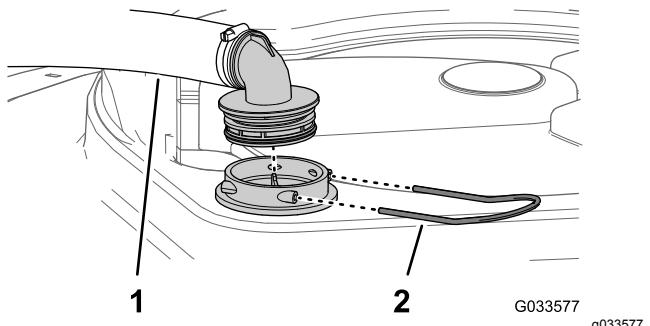

Figura 104
2. Nella parte superiore dell'irroratrice, rimovete il fermo che fissa il raccordo del flessibile collegato al flessibile grande dall'alloggiamento del filtro (Figura 104).
3. Rimovete il flessibile e il raccordo del flessibile dall'alloggiamento del filtro (Figura 104).